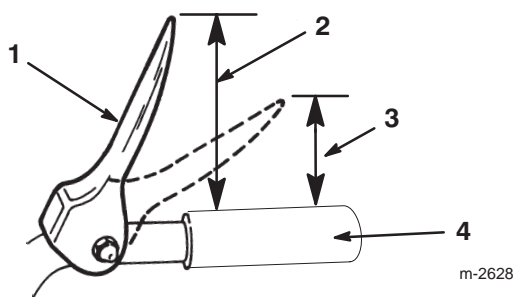

Figure 9
3. Réglez la position des deux contre-écrous à bride sur la tige de traction supérieure vers le haut ou vers le bas pour que l'extrémité de la manette de commande de traction soit à environ 12,7 cm du haut de la poignée (Fig. 9).
Remarque : Le réglage est correct si les roues cessent de tourner quand le bout de la manette de commande de traction est à une distance de 7,6 à 10,2 cm du haut de la poignée (Fig. 9).